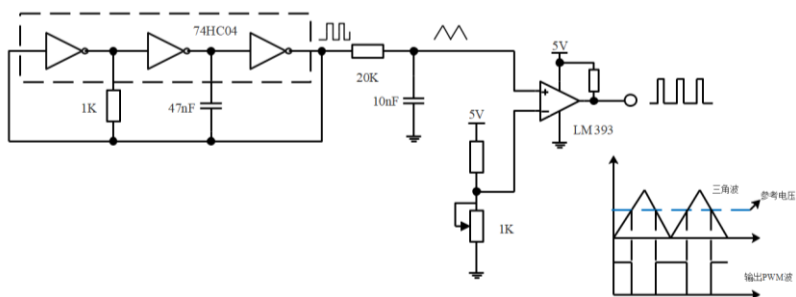

图 1.1 PWM 发生器电路原理图
PWM 发生器电路原理见图 1.1。其硬件组成和功能如下。
- (1) 全波整流桥：防止电源反接，起绝对值的作用。
- (2) LM7805(三端线性稳压器)：将 24V 电压转换为 5V，为 74VHC04 与 LM393 提供工作电压。
- (3) 方波发生器：利用 74VHC04 内部的非门电路与外接阻容元件构成固定频率方波发生器，输出方波信号。
- (4) 三角波发生器：将方波发生器输出的方波信号经过 RC 积分器积分后产生出等腰三角波，RC 积分器的积分时常数必须等于方波信号周期的二分之一。
- (5) 调节电位器 R5 旋钮就可改变比较器的参考电压，该参考电压与三角波信号进行比较，便可得到 PWM 信号，时序如图 1.1 所示。PWM 信号频率的估算公式为：